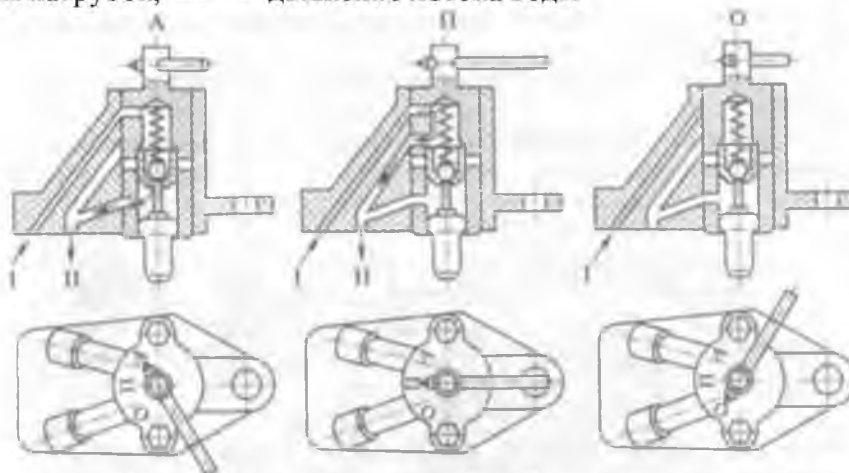

Рис. 1.8. Положения (А, Б, В) выключателя гидромукты привода вентилятора:
11. Изучить по разрезу устройство, взаимное расположение деталей и работу гидромуфты включения привода вентилятора совместно с выключателем гидромуфты (использовать в работе рис. 1.8, 1.9).
5. В каких режимах будет работать вентилятор, если рычаг выключателя гидромфты установлен в положения А, П, О (см. рис. 1.8)?